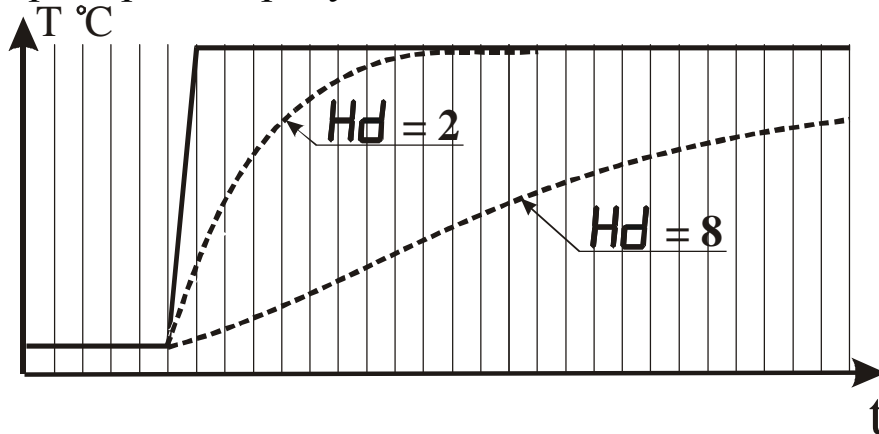

Рисунок 3.10 - Влияние параметра “Время усреднения” на показания прибора при различных значениях параметра Hd
3.3.2.8 Параметр “Время усреднения” указывают в количестве периодов опроса входного датчика ($N_{\text{опр.}}$). Этот параметр позволяет добиться более плавного изменения показаний прибора. Для этого производится вычисление среднего арифметического из последних ($N_{\text{опр.}}$) измерений. При значении параметра равном 0 интегратор выключен. Уменьшение значения времени усреднения приводит к более быстрой реакции прибора на скачкообразные изменения измеряемого параметра, но снижает помехозащищенность прибора (см. рисунок 3.10).